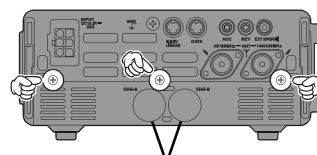

Abb. 2 Plastikkappen
5. Um die Ladebuchse des Akkus zugänglich zu machen, die dem eingebauten **FNB-78** entsprechende Plastikkappe („**A**“ oder „**B**“) aus der Rückseite der unteren Gehäuseabdeckung entfernen. Dazu die Kappe so verdrehen, dass sie sich ohne Gewalt herauschieben lässt (Abb. 2).